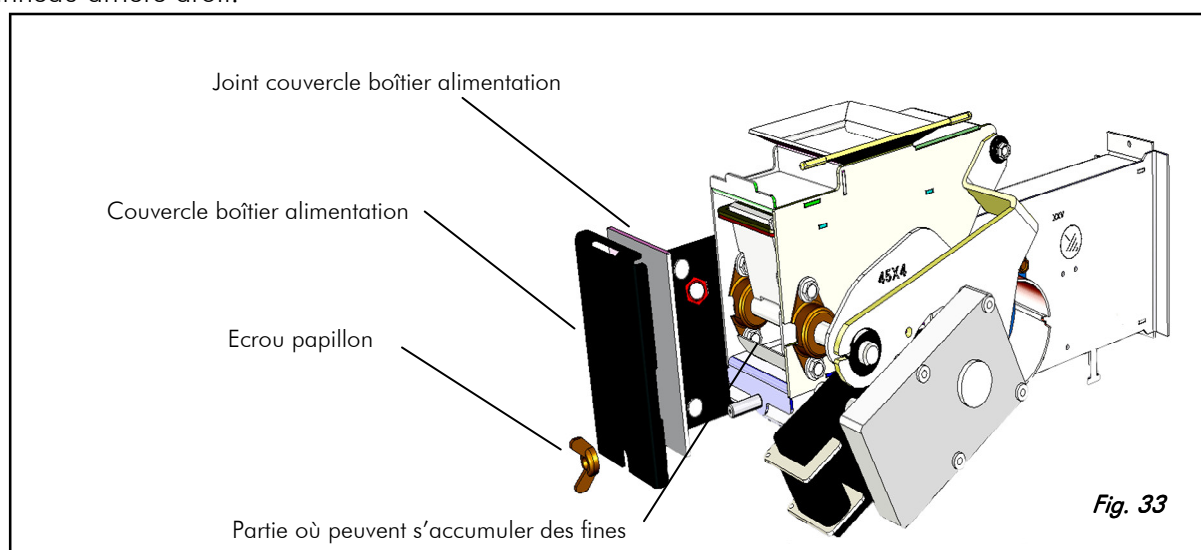

Fig. 33
3. Faire glisser le couvercle de la trappe de visite pour accéder à l'intérieur du brûleur. (Fig 33)
2. Dévisser l'écrou papillon et démonter le couvercle du boîtier d'alimentation. Voir Fig. 33